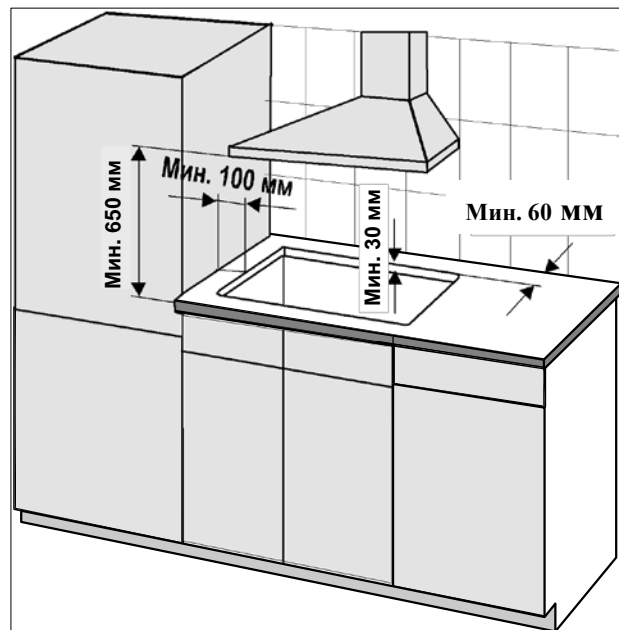

Рис. 2
- 6.5. Варочная поверхность может быть смонтирована в столешнице толщиной не менее 30 мм (рис. 2), устойчивой к действию высоких температур.